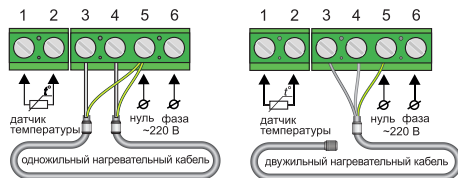

Рис. 5. Схема подключения к 2-х проводной сети питания нагревательных секций и матов
Если у Вас 2-х проводная электрическая сеть (без проводника заземления), схема подключения представлена на рис. 5. Экран нагревательной (N) сети подключается к нейтральному проводнику (N) сети питания, на клемму 5.